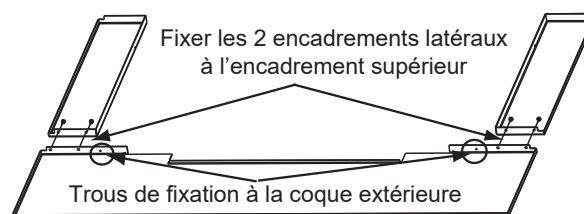

Figure 20.4
2. À l'aide du tournevis cruciforme, fixez les parties latérales de l'encadrement à la partie supérieure de l'encadrement en utilisant les 2 vis autotaraudeuses n° 8 fournies avec l'ensemble. **Figure 20.4.**